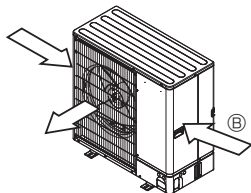

Fig. 2-6
- ③ Ако е възможно, поставете тялото така, че изходът за въздух да духа перпендикулярно на посоката на сезонния вятър. (Fig. 2-6)